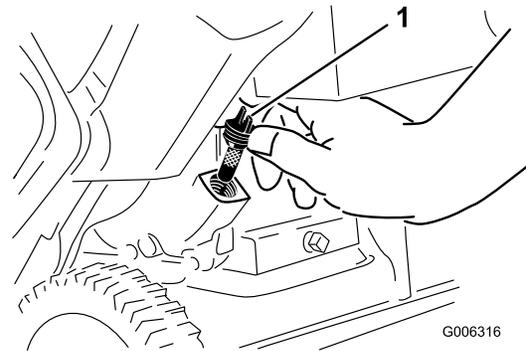

Figure 22
6. Nettoyez la surface autour du bouchon de remplissage (Figure 22).
7. Dévissez et retirez le bouchon de remplissage (Figure 22).